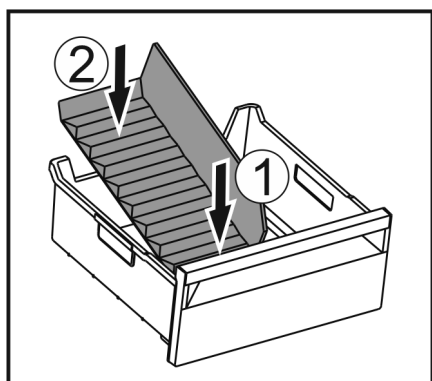

Fig. 187
- ▶ Vložte přední část přepážky přihrádky na led. Fig. 187 (1)
- ▶ Zadní část přepážky přihrádky na led spusťte až na dno zásuvky. Fig. 187 (2)